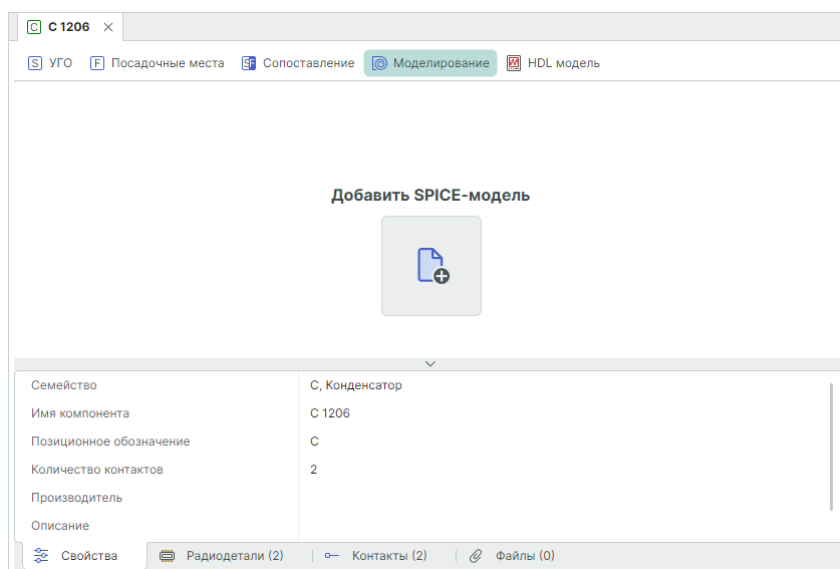

Рис. 12 Добавление SPICE-модели
3. В открывшемся окне нажмите «Добавить SPICE-модель», см. Рис. 12.